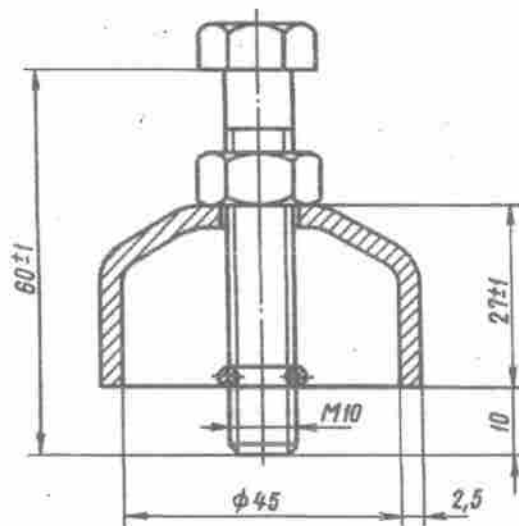

Bild 172. Absieher für Achsschenkelbolzen
16. Achsschenkelbolzen mit Hilfe des in Bild 172 dargestellten Absieher abziehen und Gehäuse des Achsschenkels abnehmen.